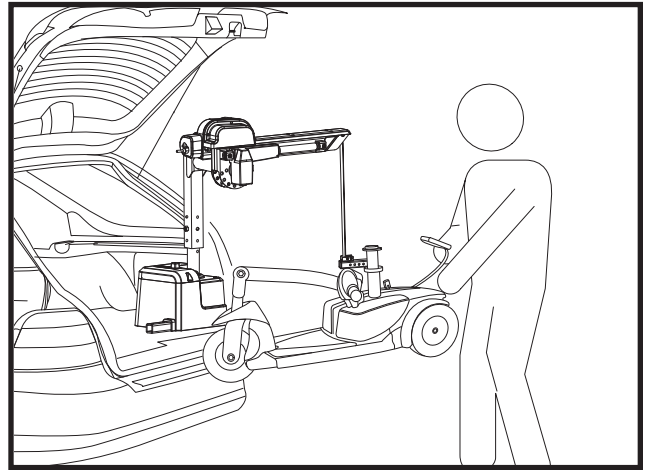

Figure 8. Lever le produit de mobilité
11. Lorsque l'appareil de mobilité est surélevé de façon qu'il puisse entrer dans le véhicule, arrêter le système de levage. **Voir la figure 8.**